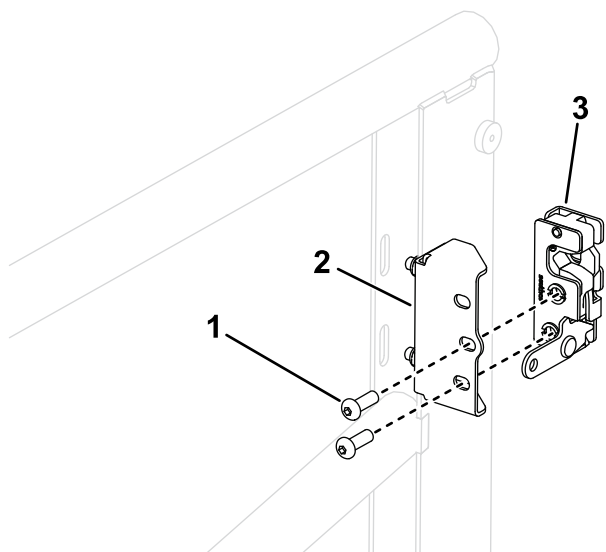

Figura 6
- Montate il fermo della porta di sinistra sulla staffa di fermo della porta, come mostrato nella Figura 6; serrate i bulloni a esagono incassato a una coppia di 10-12 N·m.